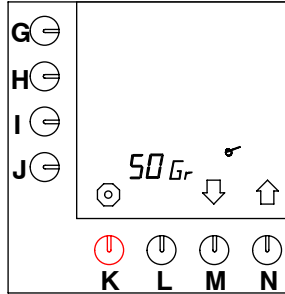

Fig. 48 Ajuste de la calculadora de café
- Mantenga apretada la tecla de programación (N.)↑ hasta que en el display aparezca fig. 48 .